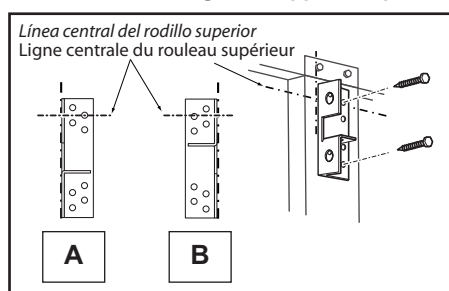

FIG. 2-8 Ejemplos de colocación del soporte de la puerta.
- Alinee el soporte de la puerta centrado en su línea central vertical (Fig. 2-8).
- Aligner le support de la porte centré sur votre ligne centrale verticale (Fig. 2-8).